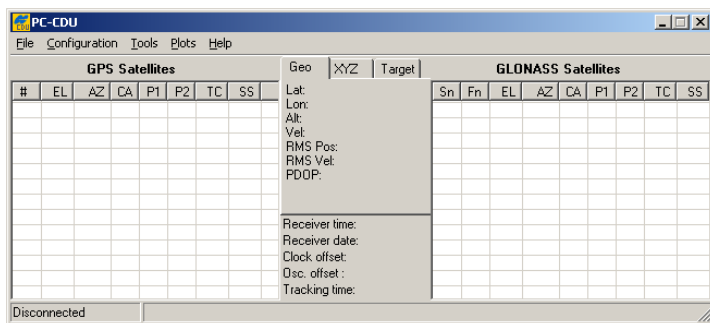

Figura 3-6. Pantalla Principal de PC-CDU
2. Inicie PC-CDU en su computadora. Aparece la pantalla principal de PC-CDU (Figura 3-6).